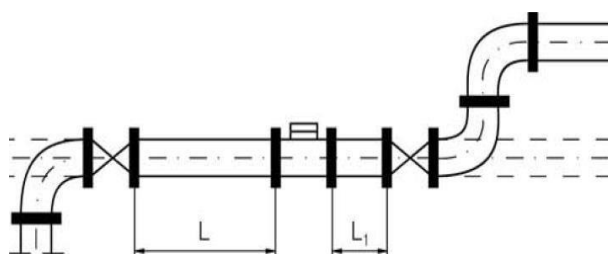

Fig.1 Installation of the flow sensor to the heat meter
6.6 Il cavo nel punto dell'installazione deve essere progettato per evitare la formazione di sacche d'aria all'interno del sensore di flusso. Il trasmettitore deve essere completamente riempito d'acqua. In questo modo, il livello dell'acqua nella tubazione a monte del trasmettitore non potrà abbassarsi (Fig. 1).